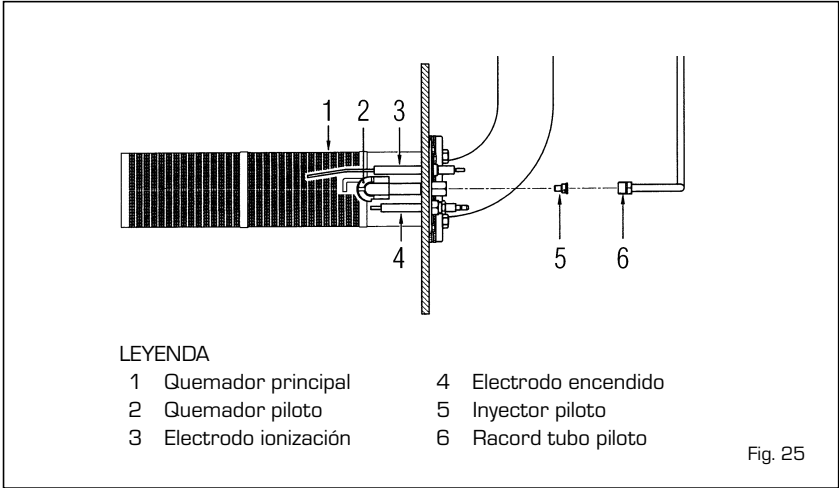

Fig. 25
- Quitar la tuerca del tubo de alimentación del quemador piloto y sustituir el inyector (5 fig. 25) suministrado en el kit.